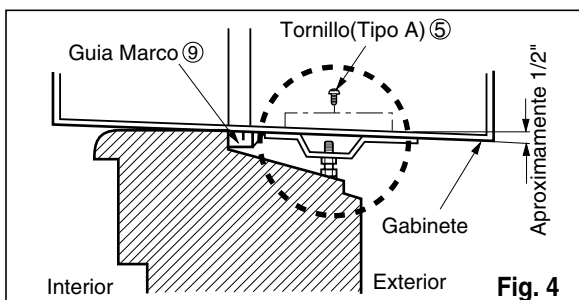

Fig. 4
5. Deslice el chasis en el interior del armario. Vuelva a apretar los tornillos del armario. Fije el armario al chasis con tornillos. (Ver Fig.4)
4. Seleccione la posición que ubicará el soporte del alféizar cerca del punto más exterior del alféizar. (Ver Fig. 4)
5. Pegue el soporte antepecho a los rieles de la caja en relacion a la posicion deseada usando dos tornillos Tipo A en cada soporte. (Ver Fig. 4)